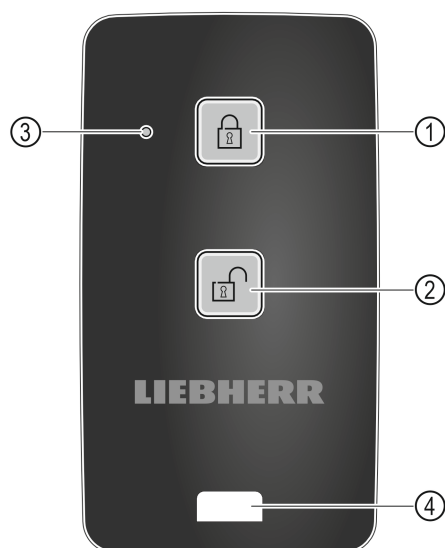

Fig. 165
- (1) Schloss verriegeln
- (2) Schloss entriegeln
- (3) Status LED
- (4) Befestigungsöse
- Taste Fig. 165 (1) auf der Fernbedienung drücken.
- Taste Fig. 165 (2) auf der Fernbedienung drücken.
- Status-LED Fig. 165 (3) gibt bei Tastendruck eine optische Rückmeldung.
- Öse Fig. 165 (4) zur Befestigung der Fernbedienung, zum Beispiel an einem Schlüsselbund.